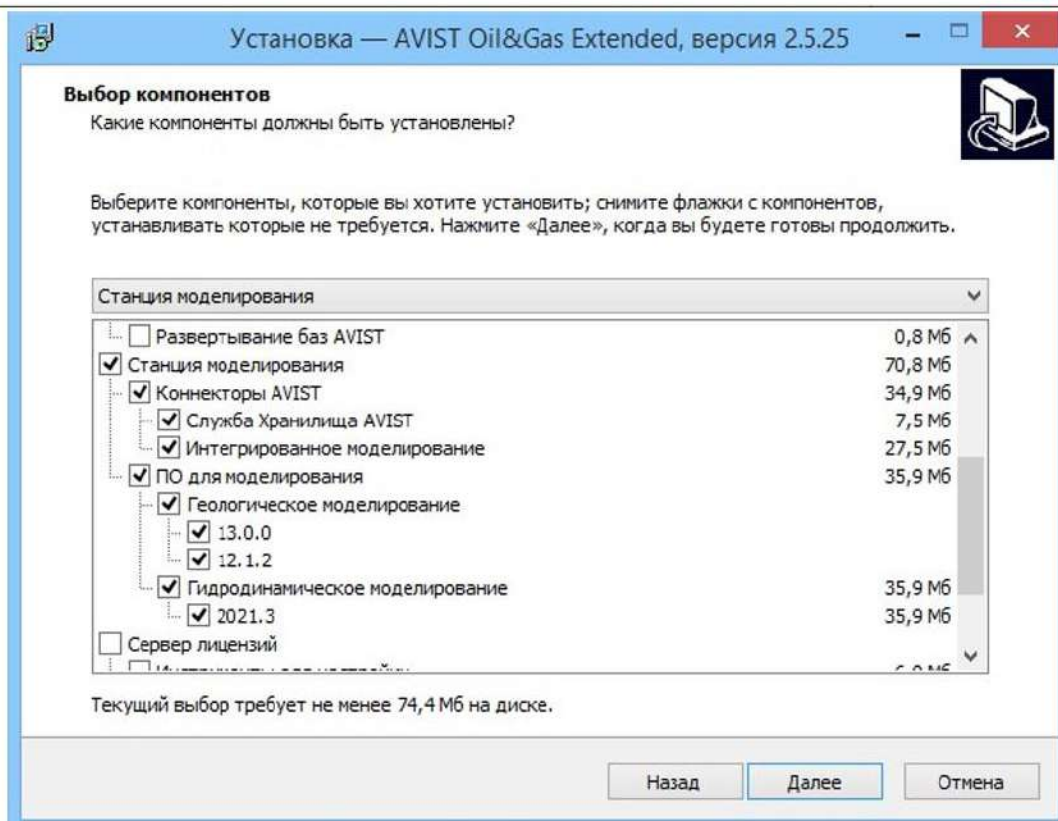

Рисунок 51 - Выбрана Станция моделирования
- 6) Выбрать компоненты установки из выпадающего списка – Станция моделирования (Рисунок 51). Нажать кнопку «Далее».